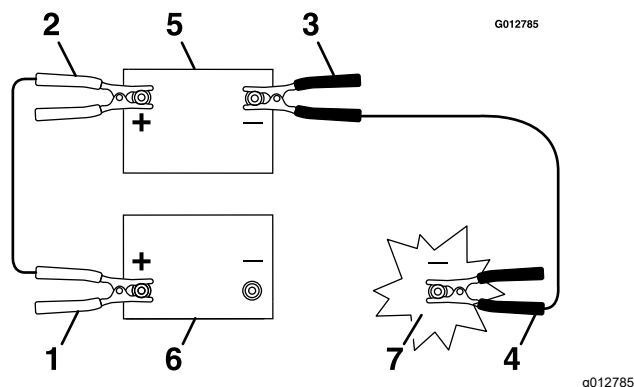

Bild 47
- Schließen Sie das Pluskabel (+) an den Pluspol (+) der entladenen Batterie an, der am Anlasser oder an der Stromspule angeschlossen ist, wie in Bild 47 dargestellt.